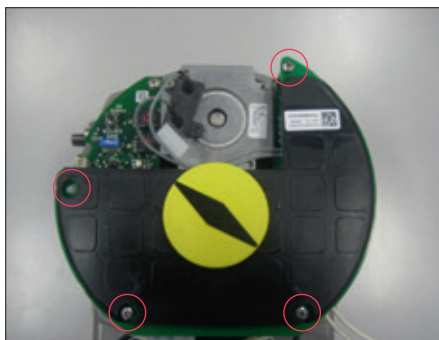

Figuur 29
- Verwijder de 2-pins kabel van de connector op de voedingskaart (Figuur 29).